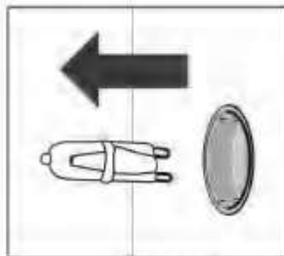

Figure 6
3. Retirez la lumière et remplacez-la par le même type. (Figure 6)